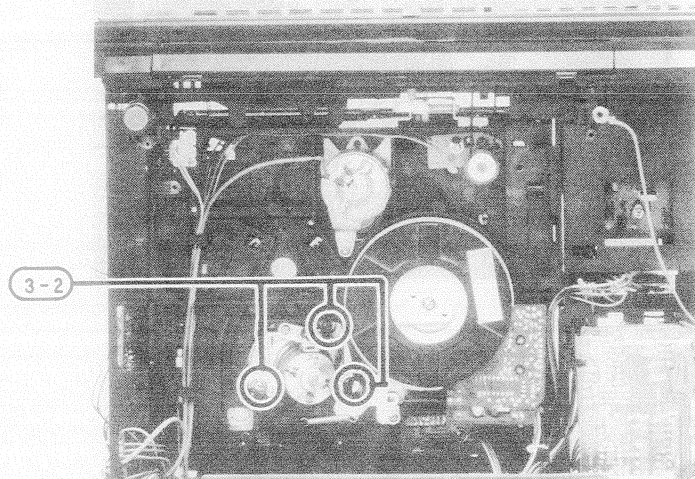

Fig. 23
3. Cylinder motor (Fig. 23)
- 2) 3 screws (Fig. 23)